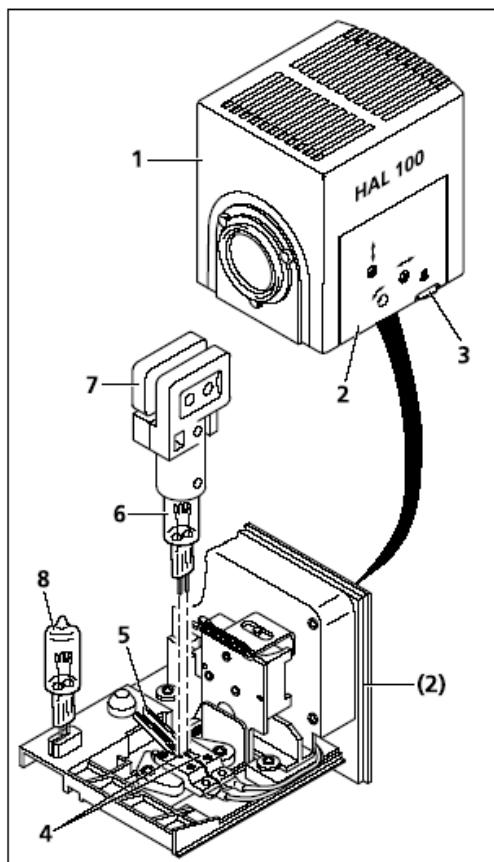

图 3-25 更换卤素灯
用于替换的灯泡（图 3-25/8）可以保留在灯箱内。
- 按下 HAL 100 卤素灯（图 3-25/1）的灯箱盖释放按钮（图 3-25/3）。将灯座（图 3-25/2）完全拉出，放在旁边。
- 按下两个弹簧手柄（图 3-25/5），向上拉出旧的卤素灯（图 3-25/6）。
- 按下两个弹簧手柄，将新灯插入到灯座（图 3-25/4），松开弹簧手柄。握住/抓住卤素灯时，只使用专门的工具（图 3-25/7）。卤素灯上皮肤的油脂痕迹可以缩短灯的使用寿命。